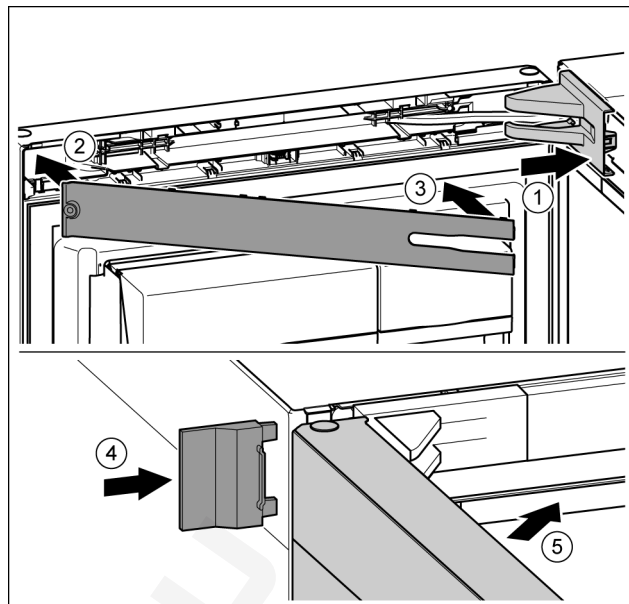

Fig. 50
- Helyezze fel és pattintsa be a csapágybak fedelét, szükség esetén óvatosan nyomja szét. Fig. 50 (1)
- Helyezze fel a lemezt. Fig. 50 (2)
- Fordítsa be és pattintsa be a lemezt. Fig. 50 (3)
- Tolja fel a külső fedelet. Fig. 50 (4)
- Csatolja be a felső ajtót. Fig. 50 (5)